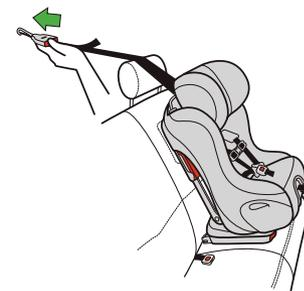

Figure 45
- Allongez la courroie d'ancrage supérieure en appuyant sur le bouton de réglage/déverrouillage sur la sangle d'ajustement tout en tirant la sangle, tel qu'illustré dans la **Figure 45**.